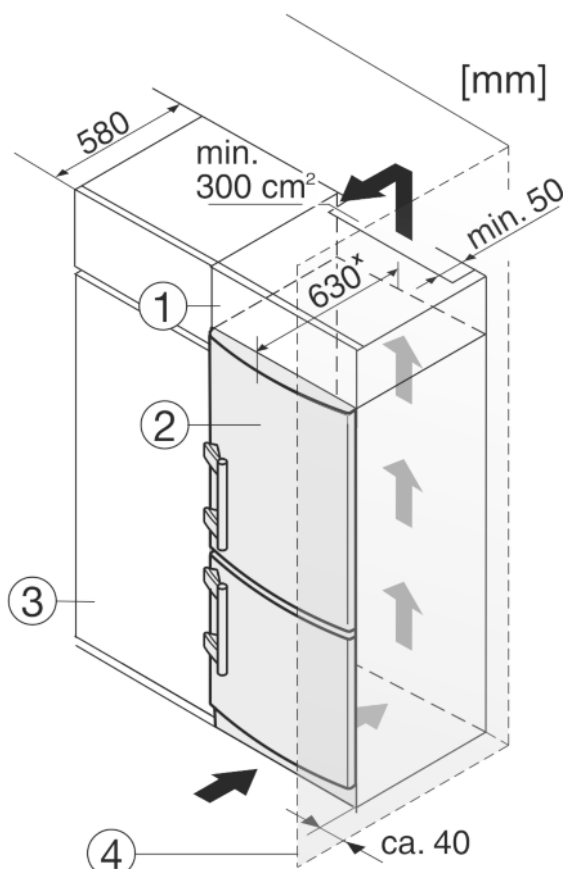

Fig. 9
(1) Élément haut
(2) Appareil
(3) Placard de cuisine
(4) Mur
L'appareil peut être entouré de meubles de cuisine. Pour adapter l'appareil Fig. 9 (2) à la hauteur des placards de la cuisine intégrée, on peut placer un élément haut Fig. 9 (1) au-dessus de l'appareil.
Lors de la transformation avec des placards de cuisine (profondeur max. 580 mm), l'appareil peut être placé directement à côté du placard de cuisine Fig. 9 (3). L'appareil dépasse latéralement de 34 mm^x et de 50 mm^x au centre de l'appareil par rapport à la face avant du placard de cuisine.
Si l'appareil est installé avec les charnières à côté d'un mur Fig. 9 (4), la distance entre l'appareil et le mur doit être de 40 mm min. Ceci correspond à la saillie de la poignée lorsque la porte est ouverte.